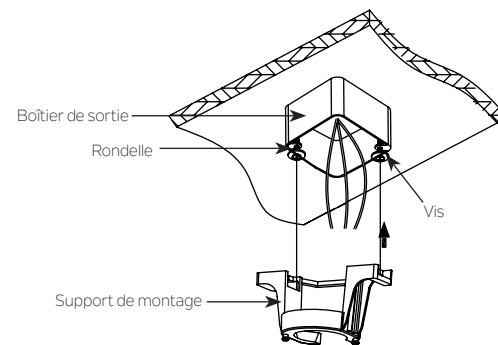

Fig. 5
Étape 1. Avant de fixer le ventilateur à la boîte de sortie (non fournie), assurez-vous que la boîte de sortie est solidement fixée en au moins deux points à un élément structural du plafond (une boîte mal fixée fera vaciller le ventilateur), installez les vis et les rondelles fournies avec la boîte de sortie. REMARQUE : ne verrouillez pas les vis complètement, mais seulement à moitié. Faites passer les fils d'alimentation de 120 volts de la boîte de sortie par le centre du support de montage au plafond (Fig. 5).